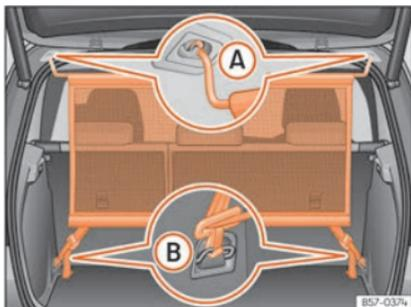

Fig. 138 Rede de separação montada.
- Engate a rede de separação no alojamento esquerdo do teto »» Fig. 138 (A). Assegure-se de puxar a vareta transversal para baixo para além da posição superior.
- Engate a rede de separação no alojamento direito do teto, comprimindo a vareta transversal »» Fig. 138 (A).
- Engate os dois ganchos da rede de separação nas argolas de fixação da bagageira »» Fig. 138 (B) e tensione bem os cintos de fixação.